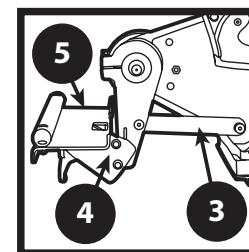

FIGURE 7
5. À l'aide d'une clé de 7/16 po et d'une clé Allen de 5/32 po, retirer le boulon et fixer la barre de support au bras de support à de la table (Figure 7).
7. À l'aide d'une clé Allen de 3/16 po, retirer les deux vis du bloc de montage du bras de support de la table et fixer la table de support de lames de tondeuse et serrer solidement en s'assurant de placer la rondelle sur la partie externe du support sur la table de support de lames de tondeuse. (Figure 7).